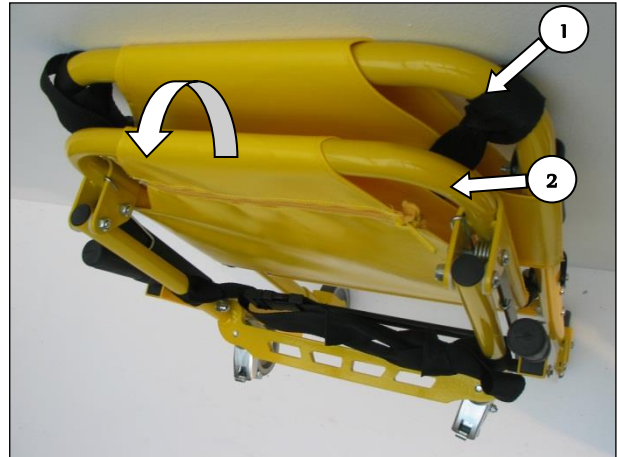

Abb. 1
Um den Tragestuhl auseinanderzuklappen, hält man mit der einen Hand den oberen Holm ① des Rückenteils fest und drückt mit der anderen den äußeren Holm ② der Sitzfläche nach unten (Abb. 1).